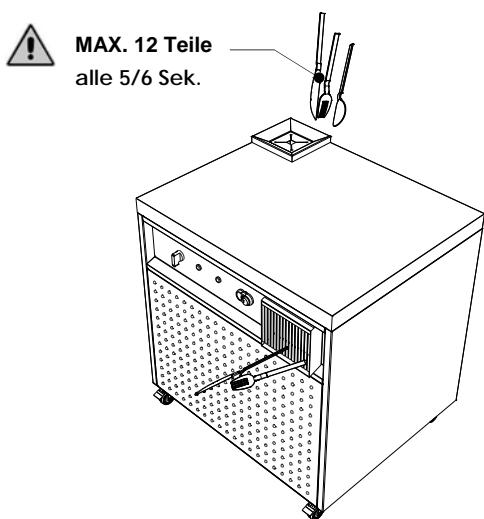
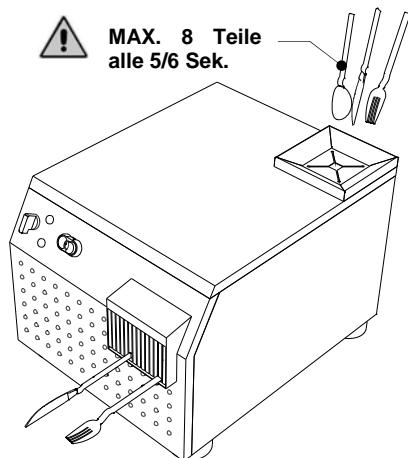

Abbildung 7 – Einbringen des Bestecks in den CUTLERY DRYER Modell JET
Abbildung 8 – Einbringen des Bestecks in den CUTLERY DRYER Modell MIG
3. Nacheinander im Abstand von ca. **5/6 Sekunden** die je nach Maschinenmodell vorgeschriebene Menge an Besteckteilen in die Beschickungsöffnung (Abbildung 7 und Abbildung 8) geben.